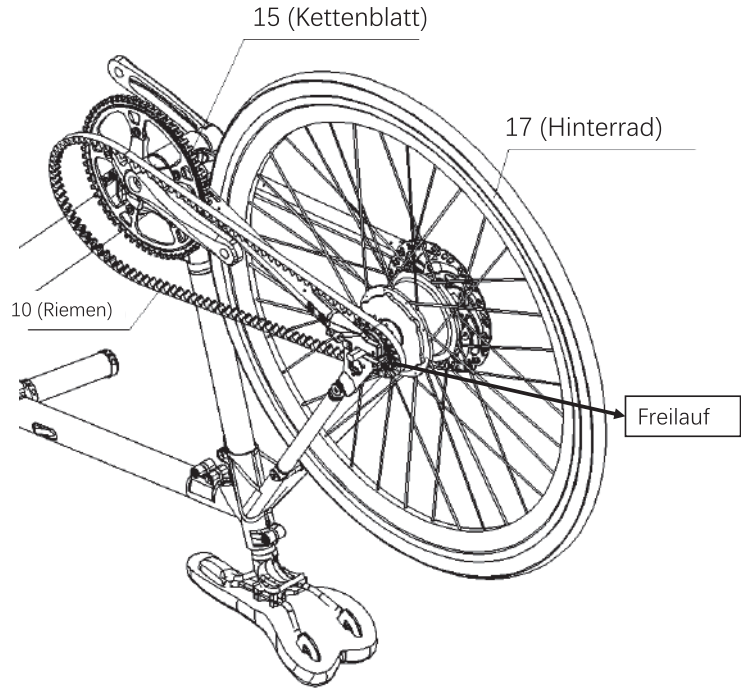

Abb. 30-2
e. Drehen Sie Teil 10 nach oben und decken Sie den Freilauf des Hinterrads ab, so dass die Mitte von Teil 10 in die Mitte des Freilaufs eingreift, wie in Abb. 30-2 gezeigt.